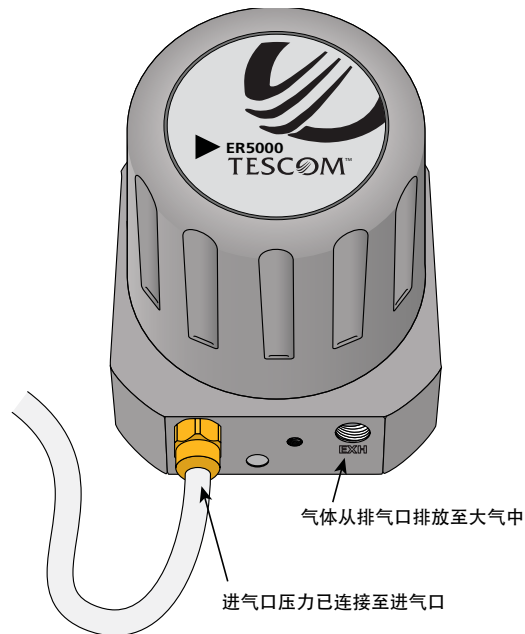

图65: 进气压力的正确安装
- “进气口”必须接入进气口压力，即左侧端口（如图65中所示）。端口处必须使用连接器（如TESCOM801291/8”NPTF外螺纹管接头）进行适当的气密密封。